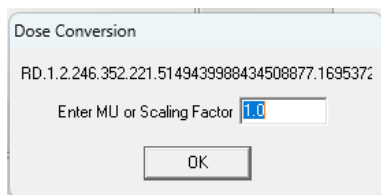

Bild 6. Skriv in output-faktorn.
- Skriv in output-faktorn som appliceras på den beräknade dosen (Bild 6).